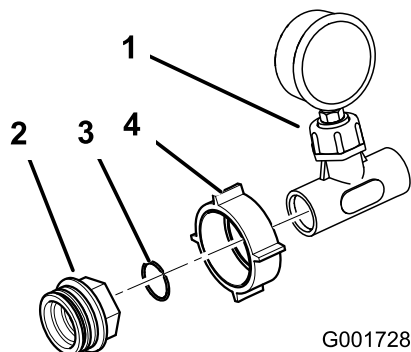

Figure 15
15. Placez le grand écrou en plastique sur l'ensemble manomètre et raccord en T. Posez un joint torique en plastique et un adaptateur sur l'ensemble comme illustré à la Figure 15.